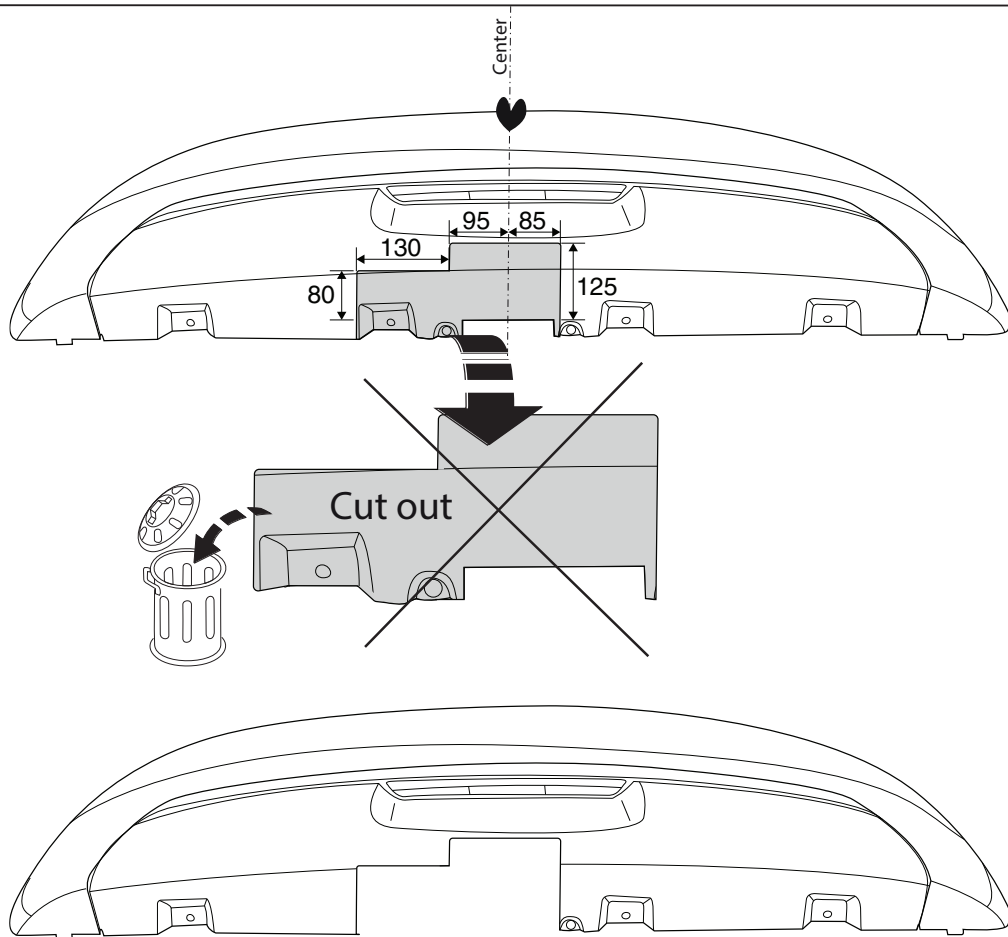

Fig.3
7. Выпилить обозначенную часть, как указано на рис.3.